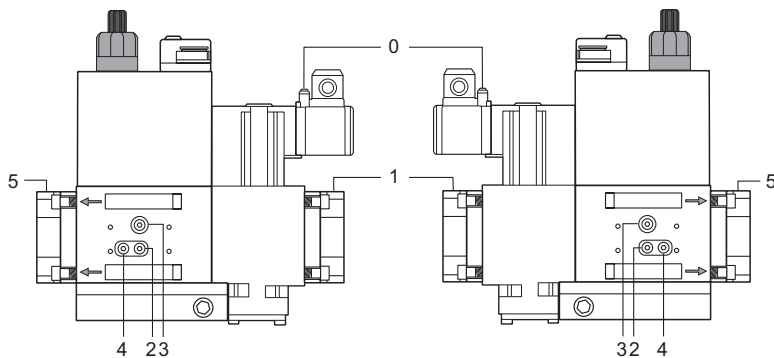
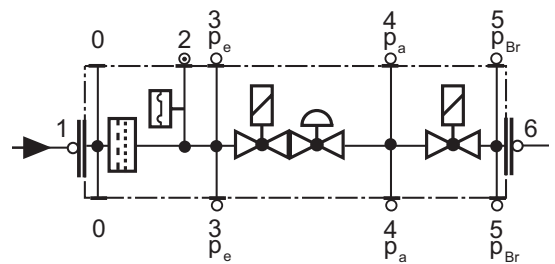

Fig. 26
Fig. 27
- Schimbati filtrul daca diferenta de presiune intre prizele 1 si 2 (Fig. 26-Fig. 27) este $\Delta p > 10$ mbar.
- Schimbati filtrul daca diferenta de presiune intre prizele 1 si 2 (Fig. 26-Fig. 27) este de doua ori mai mare comparata cu cea de la ultima verificare .